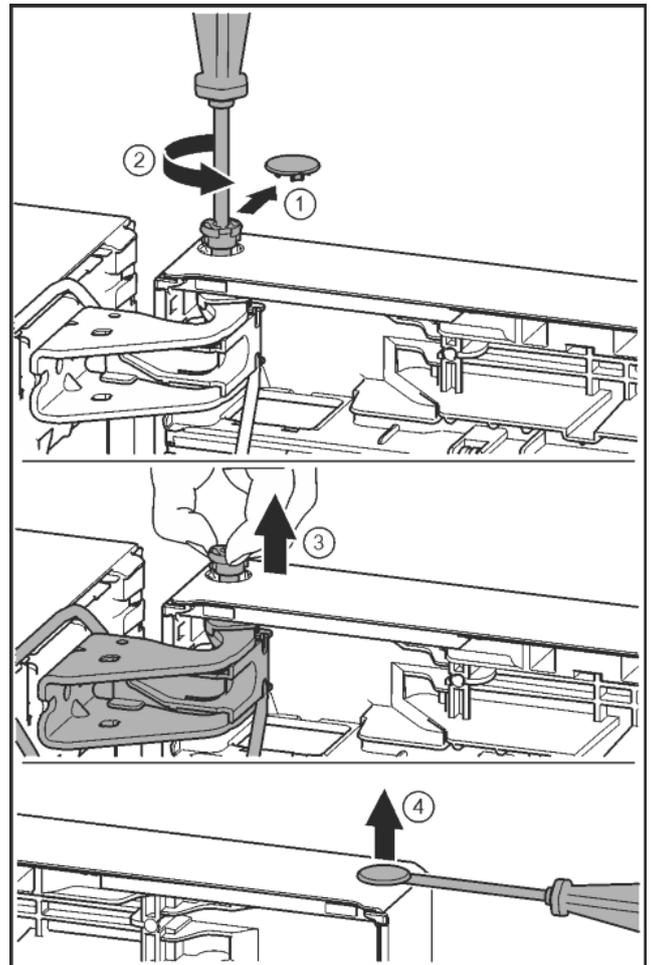

Fig. 26
- ▶ Facendo attenzione, togliere la copertura di sicurezza. Fig. 26 (1)
- ▶ Con un cacciavite T15 svitare leggermente il perno. Fig. 26 (2)
- ▶ Trattenere la porta ed estrarre il perno con le dita. Fig. 26 (3)
- ▶ Con un cacciavite sollevare con attenzione i tappi dalla boccola del supporto porta ed estrarli. Fig. 26 (4)